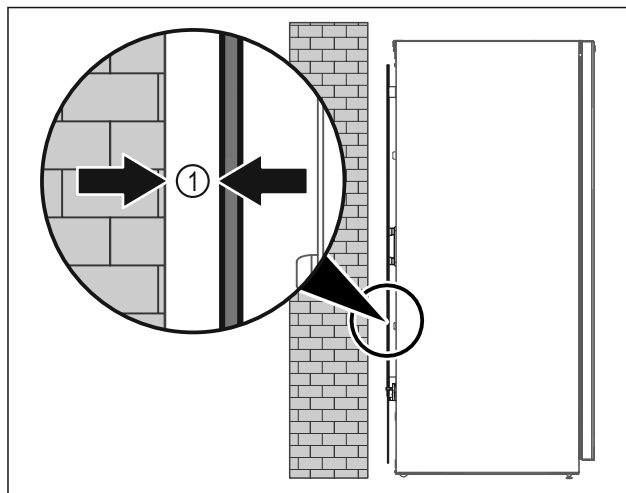

Fig. 7
- Aparat postavite na poljubno mesto v prostoru ali neposredno ob steno z minimalnim odmikom 5 mm Fig. 7 (1).